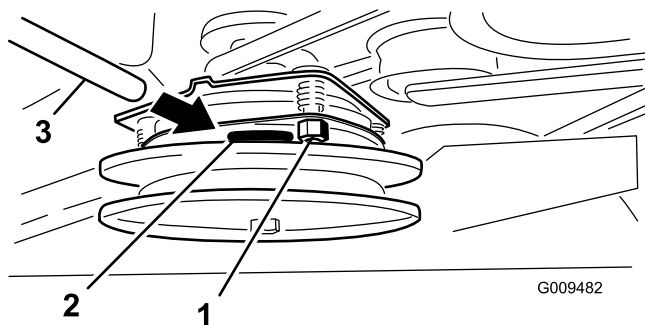

図 60
- 調整が必要な場合は、0.381 mm のすきまゲージを使い、3ヶ所の調整スロットそれぞれで調整する。すきまゲージがかかるくはさまれるがまだ楽に動かせる程度までロックナットを締め付ける (図 60)。